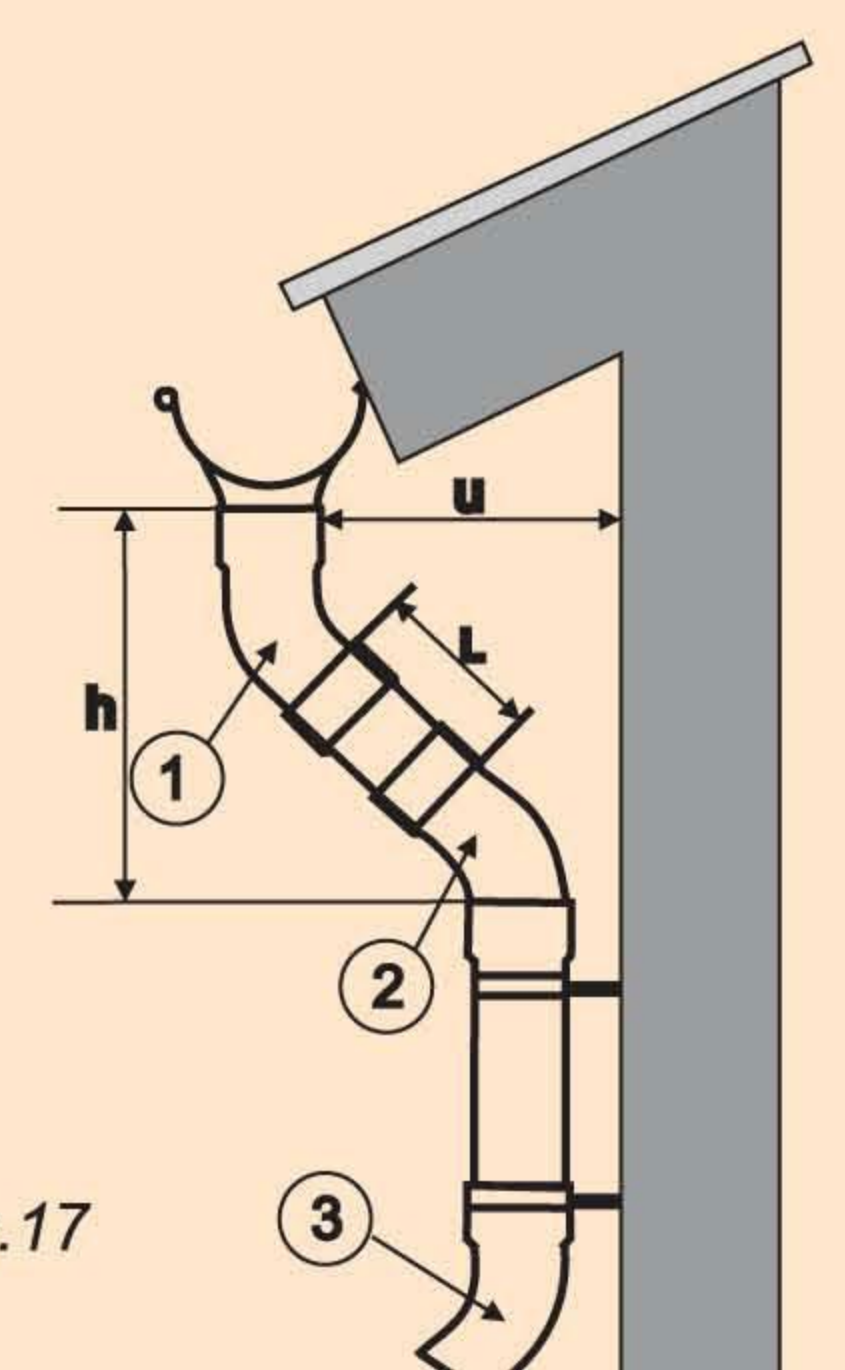

Рис. 17
Выбор длины промежуточной трубы можно сделать на основе Таблицы 2. Колена универсальные ①②③ устанавливаются как показано на рис. 17. Как правило, для установки колена ③ используют хомут крепления трубы, который служит нижним опорным элементом, обеспечивая фиксацию водосточного стояка и, одновременно, надежное соединение колена с водосточной трубой.